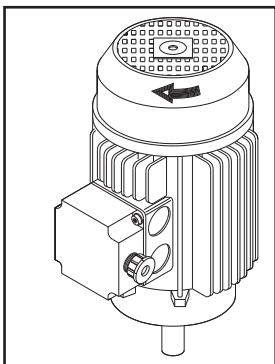

Fig.21 - Abb.21
2) Portare l' interruttore generale “2” in posizione “1” fig. 26. Assicurarsi che il motore abbia il giusto senso di rotazione fig.21 (in caso contrario invertire le fasi sulla linea di alimentazione elettrica).
2) Mettre le commutateur général "2" sur la position "1" (voir fig. 26). S'assurer que le moteur tourne dans le sens correct indiqué à la fig. 21 (dans le cas contraire, inverser deux fils de l'alimentation électrique).